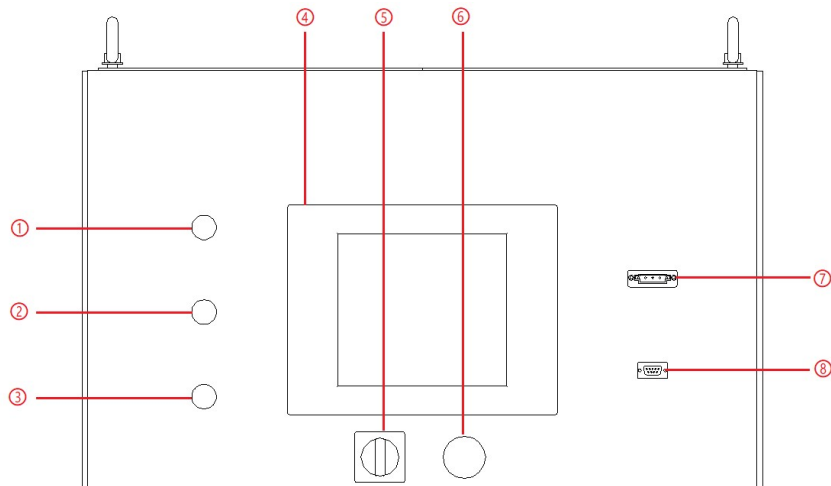
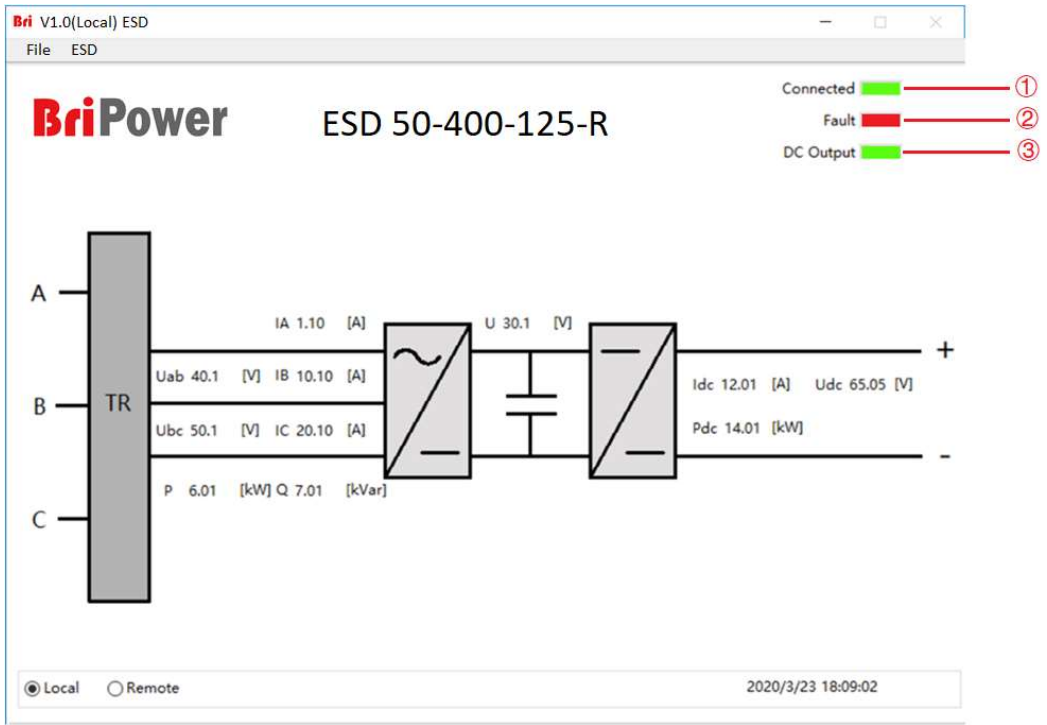

图 3-3 前面板
图 5-1 软件主界面
关闭柜门后，顺时针旋转闭合前面板上的控制开关（图 3-3⑤），设备将进入待机状态。若电源通讯连接正常，则白色指示灯常亮（图 3-3①）。
ESD 系列提供 GUI 软件，安装在使用 windows 操作系统的前触摸屏上（该软件还可以安装在连接电源的控制 PC 机上）。电源初始化几秒钟后，控制单元和触摸屏工作，设备进入待机状态，设备白色指示灯（图 3-3①）常亮，Connect 绿色指示灯（图 5-1①）常亮，所有的功能和参数都可以通过触摸屏显示器或 GUI 软件进行设置和运行。